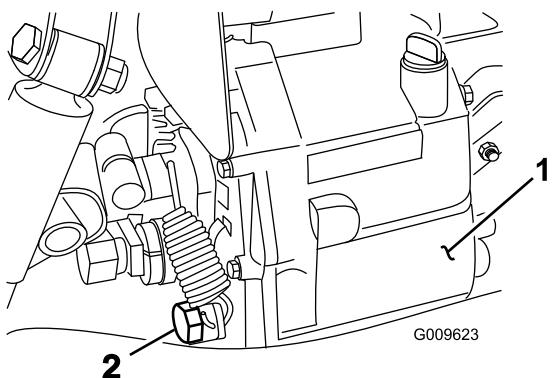

Figura 76
- Retire el tapón de vaciado del lado del depósito y deje que se drene el aceite hidráulico en el recipiente (Figura 76).